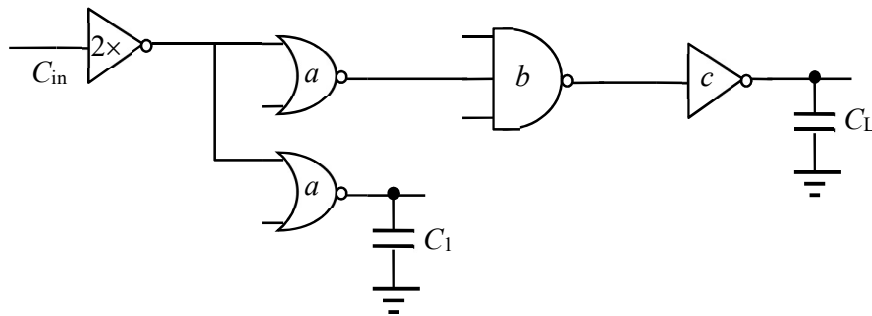

图 1 组合逻辑路径性能优化
3. 如图 1 所示, 第一个反相器的输入电容 C_{in} 为 2 个单位电容, $C_1 = 10$ 单位电容, 逻辑链终端的负载电容 C_L 为 50 个单位电容。求使该逻辑链驱动 C_L 的延时最小时各逻辑门 a, b, c 的输入电容与第一个反相器输入电容的比。(图中两个或非门的尺寸相同)